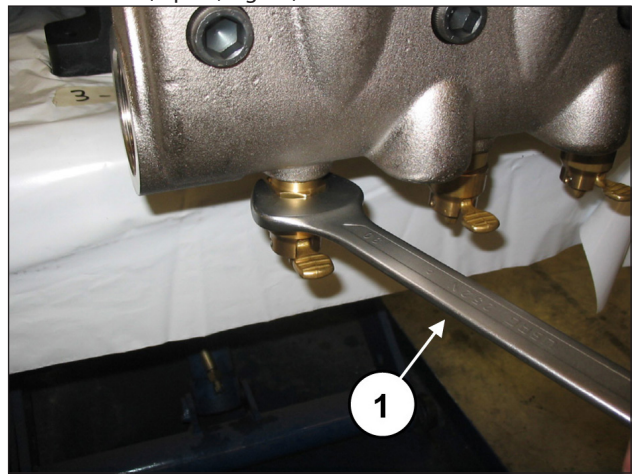

Fig. 86
Desserrer le dispositif d'ouverture des soupapes à l'aide d'une clé de 30 mm (rep. ①, Fig. 86).